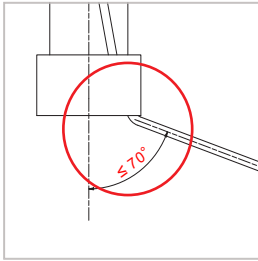

Abbildung 4
- ▶ Montieren Sie die Halterung in ausreichender Höhe, sodass der Schlauch im Fall eines wegfahrenden Fahrzeugs an der Halterung nicht mehr als 70° umgelenkt wird (*Abbildung 4 auf Seite 46*). Nur so ist sichergetellt, dass die Zugbelastung an Tankkupplung und Tanknippel 1.000 N nicht überschreitet.